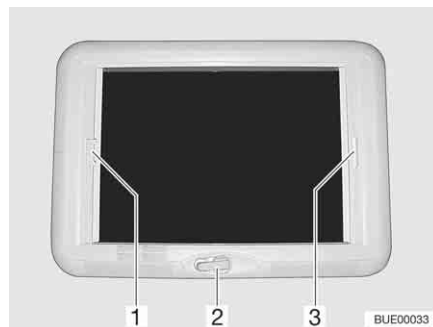

Fig. 94 Lanterneau à manivelle
Ouvrir : ■ Tourner la manivelle (Fig. 94,2) jusqu'à ressentir une résistance.
Fermer : ■ Tirer la poignée du dispositif occultant plissé (Fig. 94,3) et le relâcher lorsqu'il a atteint la position voulue. Le dispositif occultant plissé reste alors à cette position.
- Tirer sur la poignée (Fig. 94, 1) de la moustiquaire jusqu'à toucher la poignée du dispositif occultant plissé (Fig. 94,3) située vis-à-vis et la faire s'enclencher.
- Appuyer sur la poignée de la moustiquaire (Fig. 94, 1) vers l'arrière et le haut et décrocher la moustiquaire du dispositif occultant plissé (Fig. 94,3).